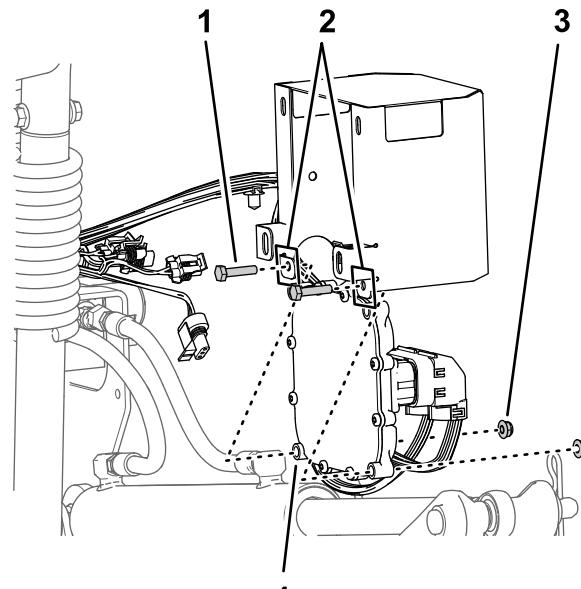

Figura 28
2. Montate il controller sul coperchio con 2 bulloni ($\frac{1}{4}$ " x $1\frac{1}{8}$ ") e 2 dadi flangiati ($\frac{1}{4}$) come illustrato nella Figura 28.
1. Allineate il controller elettronico all'interno del coperchio del controller con i fori di montaggio esterni inferiori del controller allineati ai fori nella flangia posteriore inferiore del coperchio (Figura 28).